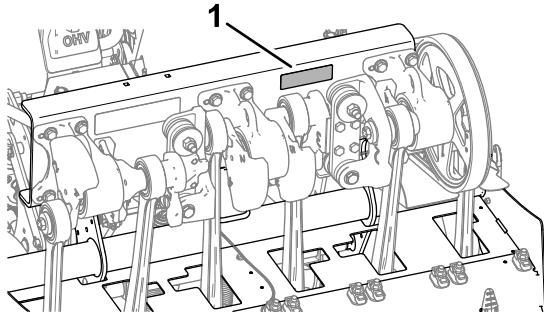

图 182
3. 检查打孔头紧固件、分蘖手柄紧固件和车轮螺母确保它们保持适当的扭矩。紧固件扭矩规定载于打孔头支撑槽的螺栓扭矩标贴上 图 182。